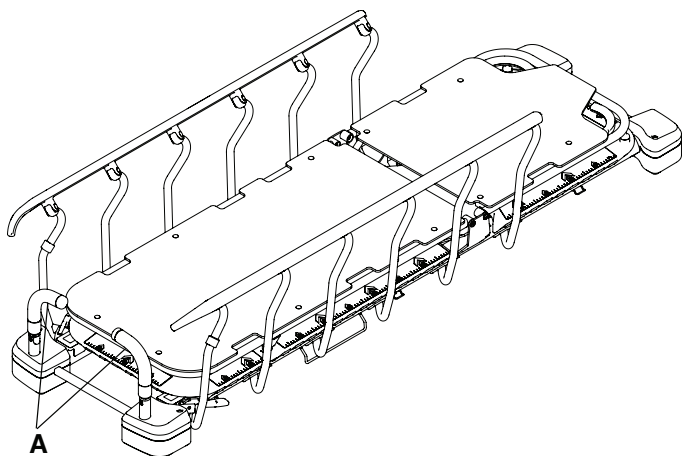

図 9- 足側端部のプッシュハンドルを位置調整する
1. 足側端部のプッシュハンドル (A) を一度に一つずつ、まっすぐ上方に持ち上げます (図9)。
2. 足側端部プッシュハンドル (A) を使用位置まで回転させます。